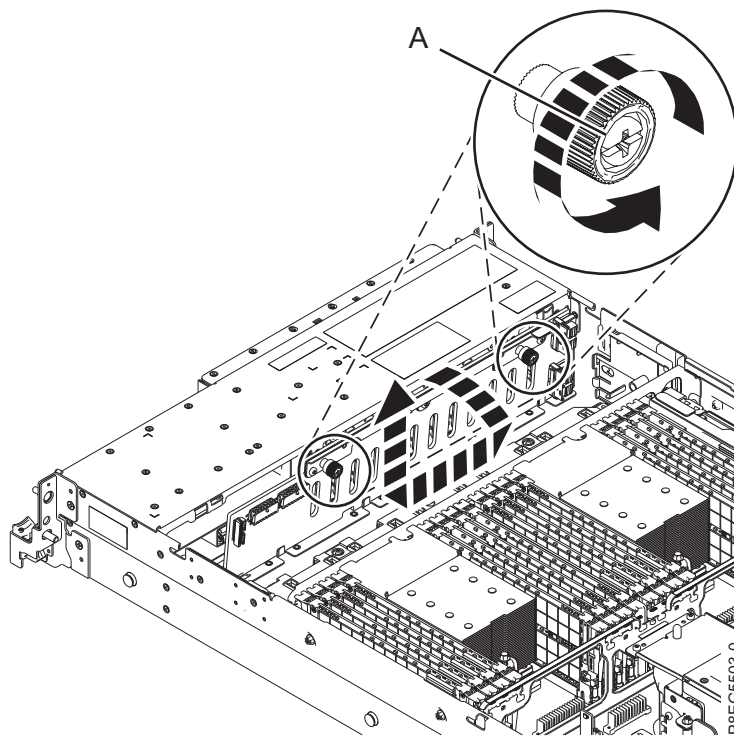

Figura 5. Extracción de la placa posterior de la unidad de disco
7. Desatornille con cuidado cada uno de los tornillos cautivos de placa posterior de la unidad de disco **(A)** y extráigalos, como se muestra en la Figura 5.
8. Incline la placa posterior de la unidad de disco en la dirección que se muestra en la Figura 5 y, a continuación, deslícela hacia un lado, para que los orificios de la placa posterior queden libres de las pestañas del chasis.